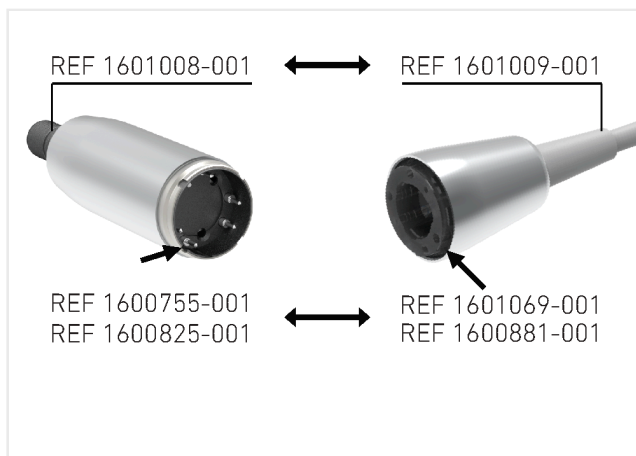

FIG. 2
1. Motorerna MOT MX-i REF 1600825-001 och MOT MX-i LED REF 1600755-001 är monterade med strömkabeln REF 1601069-001. FIG. 2.
2. Motorn MOT MX-i LED 3RD GEN REF 1601008-001 är monterad med strömkabeln REF 1601009-001 såsom beskrivs i FIG. 2. Kontrollera att motorns baksida och kabelanslutningen är rena och torra.
3. Placera motorn och dess patentskyddade kabel såsom visas i FIG. 2 (positioneraren måste vara framför hålet). Vrid den för att hitta det exakta läget och tryck in den i motorn. FIG. 3.